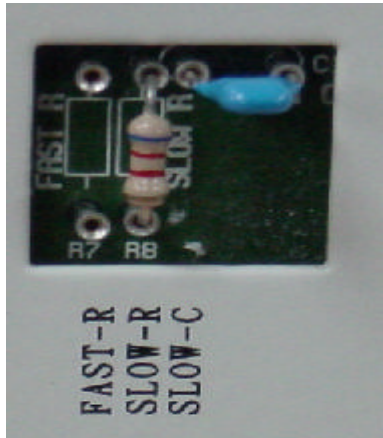

Figure 8
3.2 範例:Slow-R&C 接腳方式如 Figure 8.